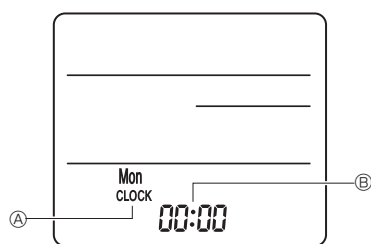

Fig. 7-8
① Mando a distancia ② Pared ③ Panel de visualización ④ Receptor
3) Configuración (Ajuste del reloj) (Fig. 7-8)